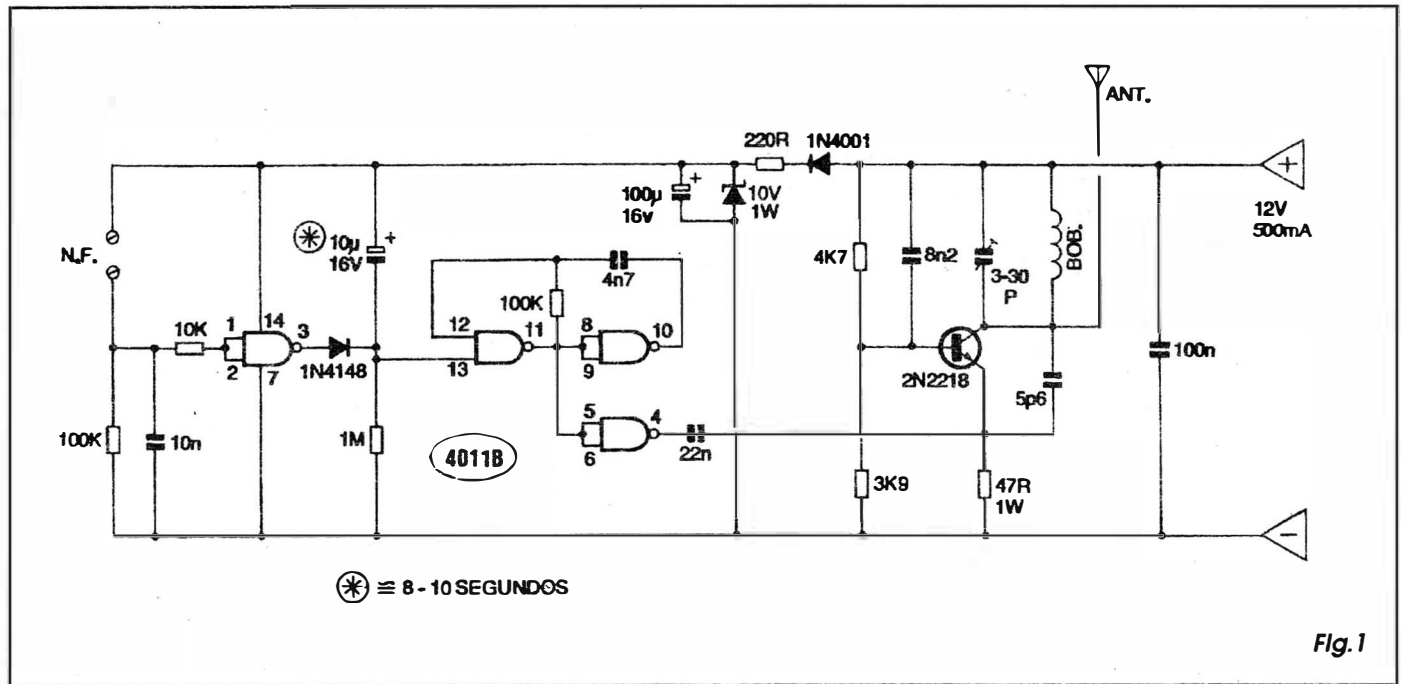

Fig. 1
- FIG. 1 - DIAGRAMA ESQUEMÁTICO DO CIRCUITO...